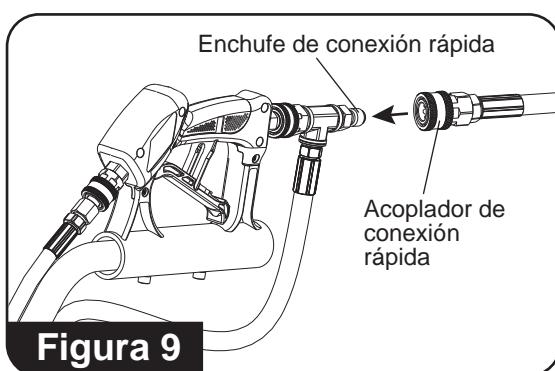

Figura 9
9. Inserte el acoplador de conexión rápida de la manguera de presión de salida larga en el enchufe de conexión rápida de la escoba hidráulica. (**Consulte la figura 9**)